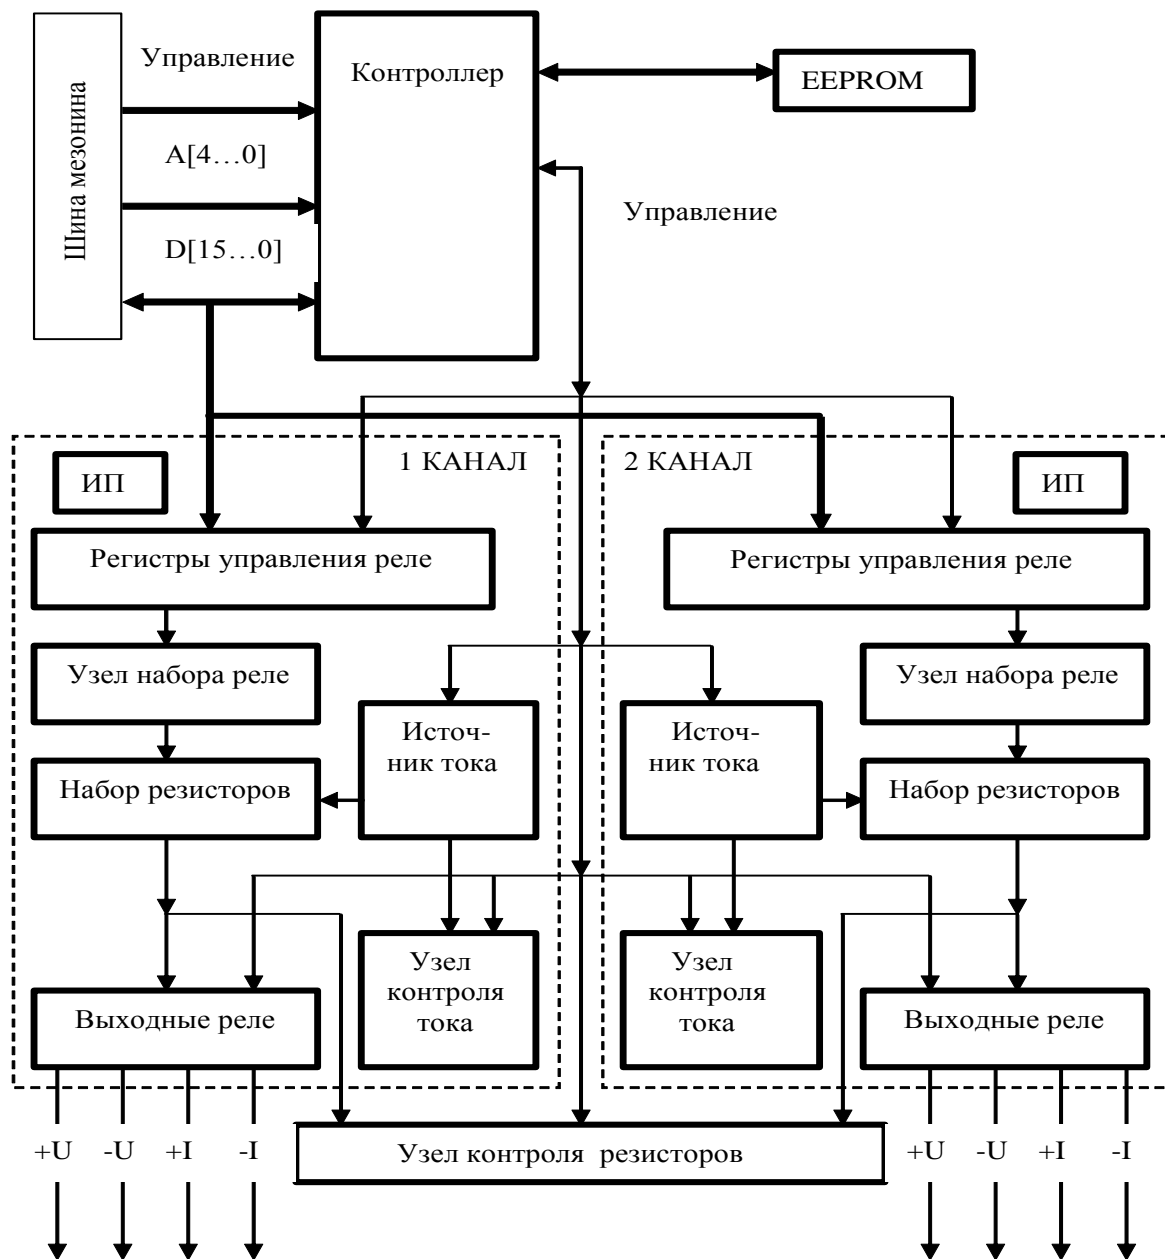

Рисунок 1 - Структура мезонина
1.3.1.1 Мезонин содержит следующие функциональные узлы (см. рисунок 1):